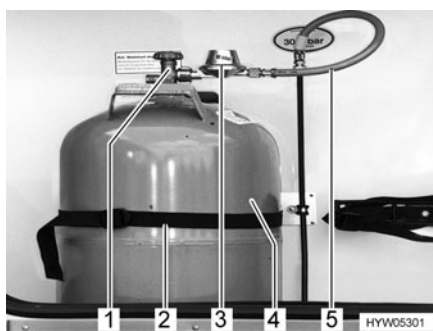

Fig. 77 Compartiment à gaz
- Fermer le robinet principal (Fig. 77,1) de la bouteille de gaz (Fig. 77,4). Observer le sens de la flèche.
- Dévisser à la main le régulateur du gaz (Fig. 77,3) et la lyre (Fig. 77,5) de la bouteille de gaz (filetage à gauche).
- Décrocher les sangles de fixation (Fig. 77,2) et retirer la bouteille de gaz.